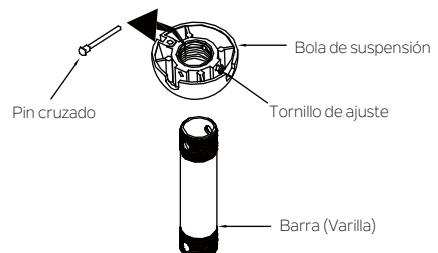

Fig. 7
**Paso 3.** Retirar la bola de suspensión del conjunto de la barra inferior aflojando los tornillos de fijación, retirando el pasador transversal y girando la bola de la barra(varilla) (Fig. 7)